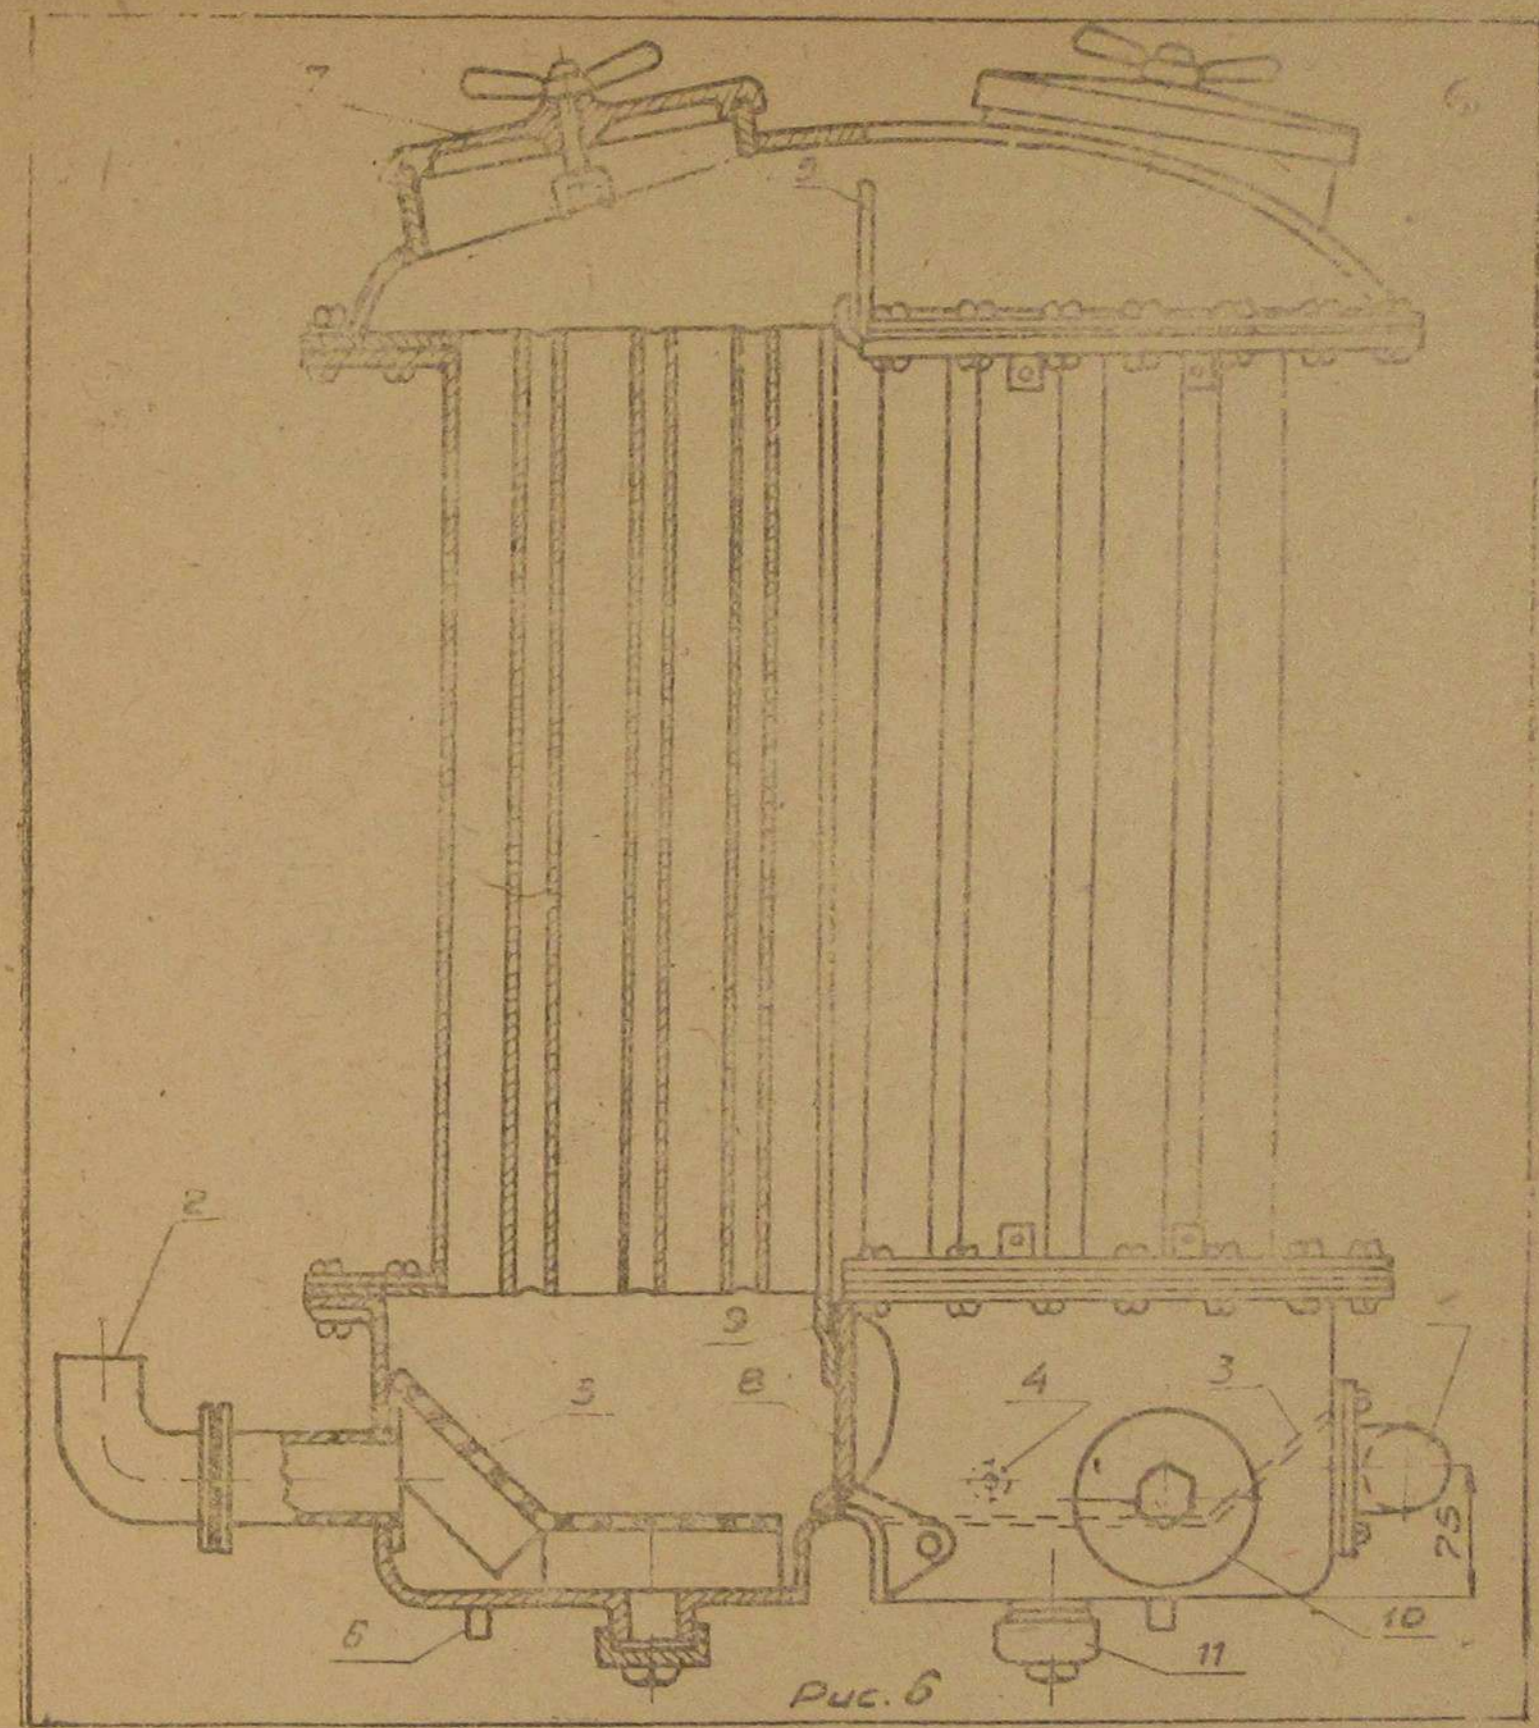

Рис. 6
Охладитель-фильтр. Из циклона газ по трубам, расположенным с левой стороны трактора, поступает в нижний бак охладителя-фильтра (Рис. 6). Газ входит в охладитель-фильтр через патрубок (1), привёрнутый на прокладке к нижнему баку и, пройдя слой воды, проходит далее по высокому слою колец Рашига, расположенных в нижнем и верхнем баках, по 4-м трубкам сердцевин, находящихся справа перегородки нижнего бака.